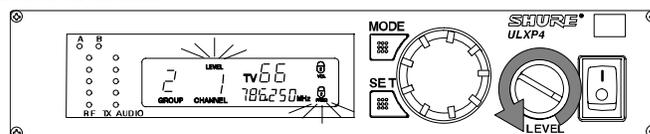

FIGURA 47
- NOTA:** se la manopola di regolazione del volume è stata impostata su un livello maggiore di quello di bloccaggio, il livello di uscita rimane bloccato e l'indicatore di livello basso del volume lampeggia sul display del ricevitore. (vedi Figura 47). Girate in senso antiorario la manopola di regolazione del volume finché l'indicatore di livello basso del volume non smette di lampeggiare. In tal modo si sblocca l'impostazione del livello di uscita.